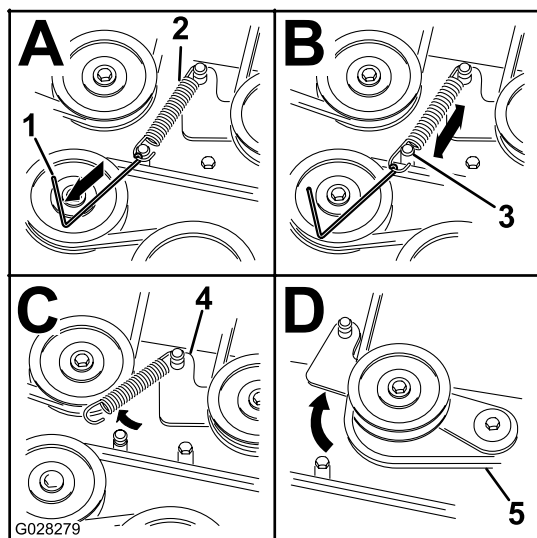

Рисунок 64
8. Снимите натяжение пружины с подпружиненного натяжного шкива. См. раздел Рисунок 64.
Примечание: Используйте съемник пружины (№ 92-5771 по каталогу Toro) для снятия пружины со штыря деки газонокосилки (Рисунок 64).